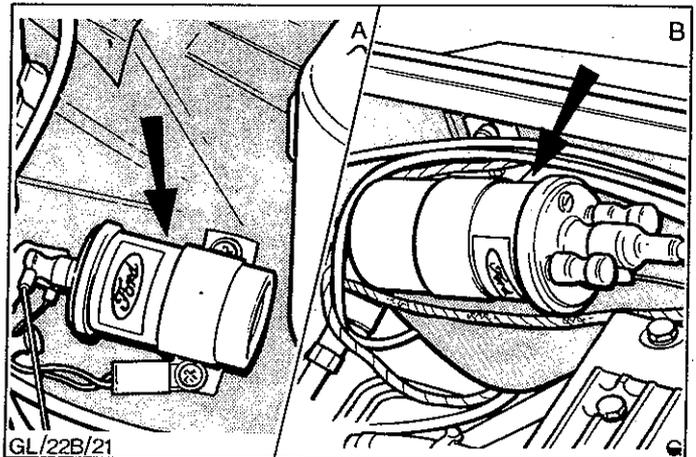

Abb.90 Einbaulage der Zündspule
4. Zwei Schrauben entfernen und Zündspule mit Halteband komplett abnehmen, Abb.90.